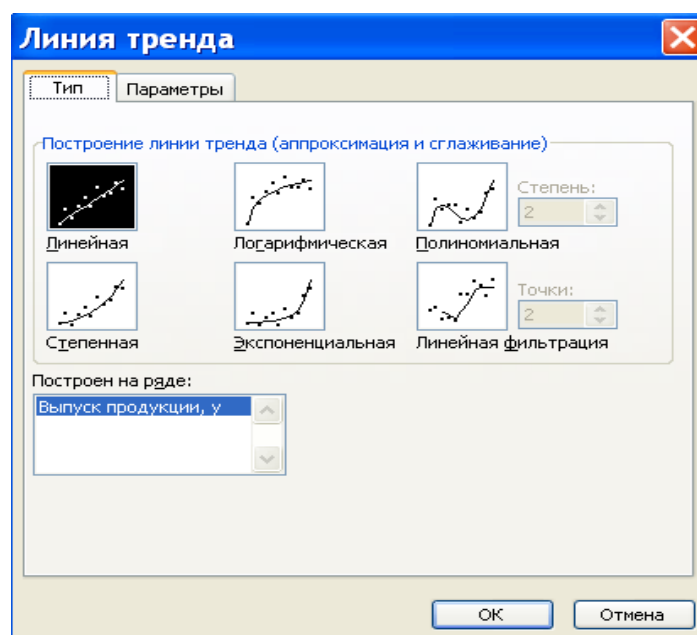

Рис. 3. Диалоговое окно типов линий тренда
2. в появившемся диалоговом окне (Рис.3.) выберите вид линии тренда и задайте соответствующие параметры. Для полиномиального тренда необходимо задать степень аппроксимирующего полинома, для скользящего среднего – количество точек усреднения.